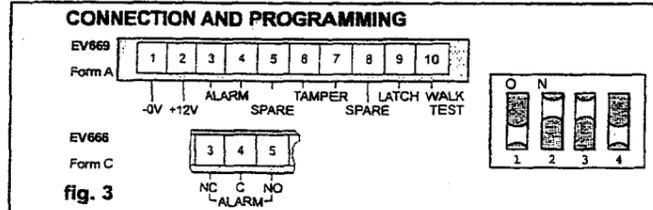

fig. 3
**Remarque:** Sélection d'abord la polarité de contrôle ("CV") avec le interrupteur 1. (voir fig. 3.)